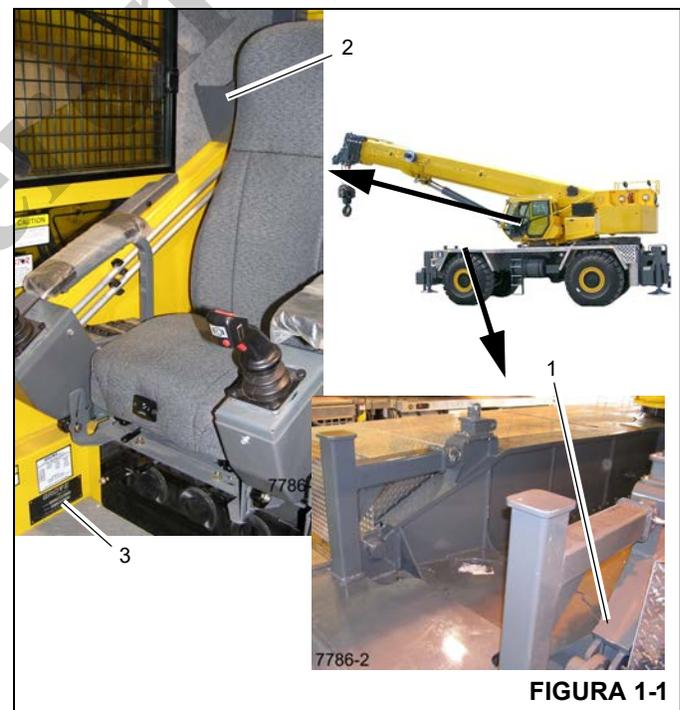

FIGURA 1-1
Consulte la Figura 1-1 para la ubicación del número de serie de la grúa; el mismo está grabado en el lado izquierdo del bastidor delantero (1), en el manual en la cabina (2) y dentro de la cabina en frente del asiento en el lado derecho (3).